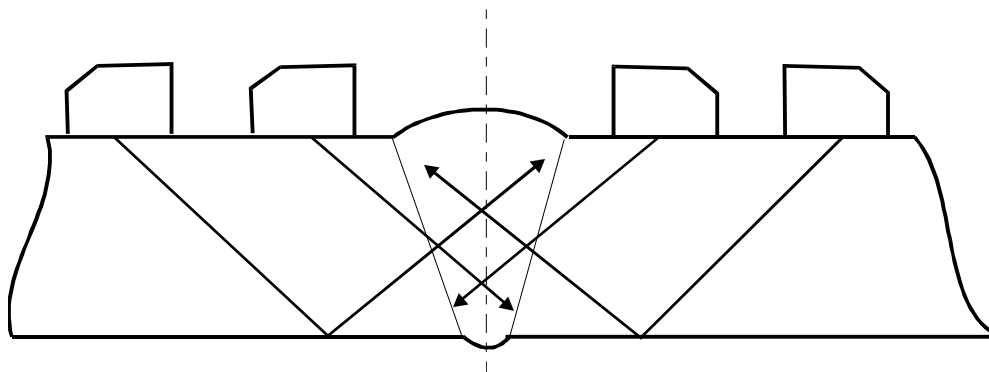

Рисунок 6.1
6.1.1 Контроль проводится прямым и однократно отраженным лучом с двух сторон шва с наружной стороны изделия (рис. 6.1).
6.2.1 Контроль проводится со стороны, противоположной подкладному кольцу, аналогично тому, как это делается для соединений без подкладных колец (п.п. 6.1.1, 6.1.2, рис. 6.1).